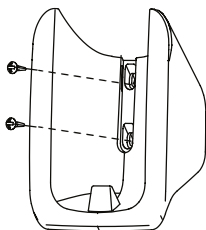

Fig. 2.3
- 1) Collocare il supporto in una posizione stabile e fissarla con le viti in dotazione (vedere Fig. 2.3).